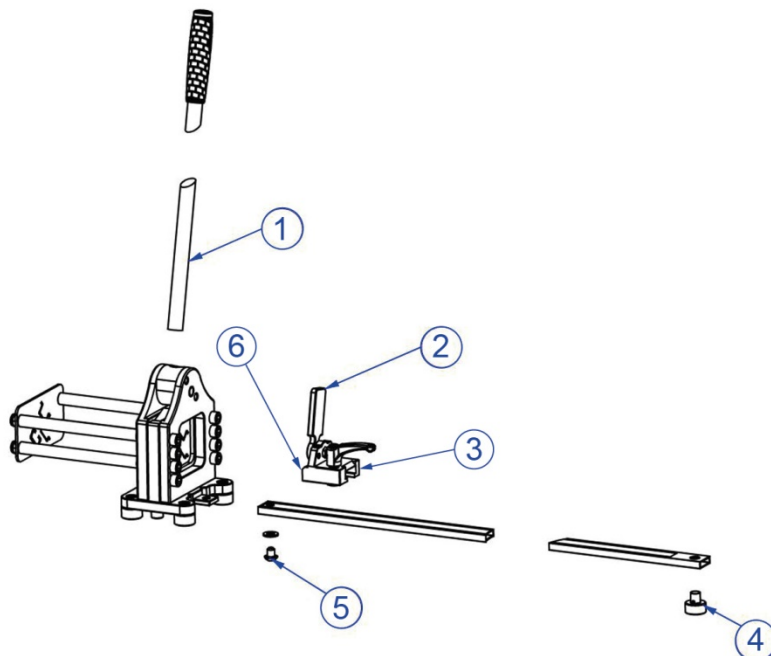

Fig. 3 : ordre de montage
- Visser tout d'abord le levier dans le levier excentrique (fig. 3, pos. 1) et le serrer fermement.
- Puis pousser la règle graduée sur le rebord de la plaque de base et la fixer à l'aide de la vis M10x16 et une rondelle (fig. 3, pos. 5).
- Comme indiqué ci-dessous, pousser maintenant la butée (fig. 3, pos. 3) sur la règle et encliqueter le pied unique (fig. 3, pos. 4) dans l'ouverture arrière de la règle.
- Régler pour cela la butée avec l'arête de lecture (fig. 3, pos. 6) p. ex. sur 112,5 mm et mesurer la distance entre le volet de butée (fig. 3, pos. 2) et la plaque de coupe à l'aide d'un mètre ruban métallique.
- Serrer fermement la vis M10x16 (fig. 3, pos. 5) pour que la règle soit positionnée avec précision.